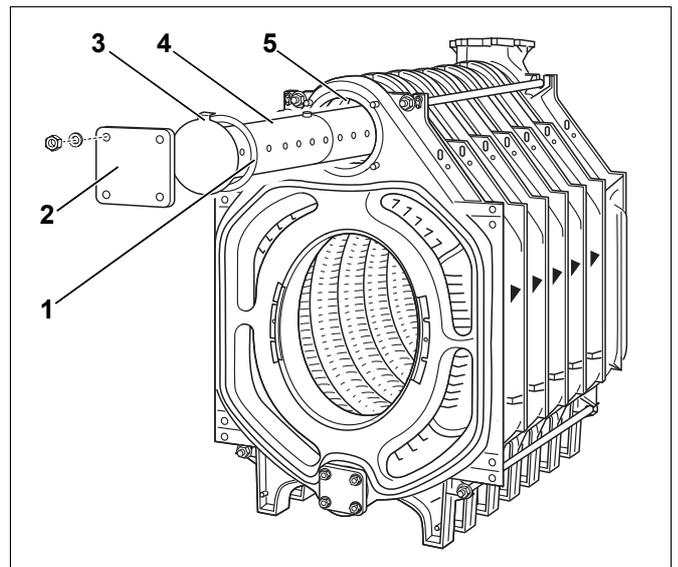

Bild 24 Einspeiserohr montieren
Das Einspeiserohr (Bild 24, **Pos. 4**) ist bei Kesseln mit 10–12 Kesselgliedern 2-teilig.
- ▶ Flachdichtung über das Einspeiserohr schieben (Bild 24, **Pos. 1**).
- ▶ Mit Blindflansch (Bild 24, **Pos. 2**) verschließen.
- ▶ Achten Sie darauf, dass der Nocken (Bild 24, **Pos. 3**) am Abschlussblech des Einspeiserohres sich in die Aussparung in der oberen Kesselnabe setzt (Bild 24, **Pos. 5**).